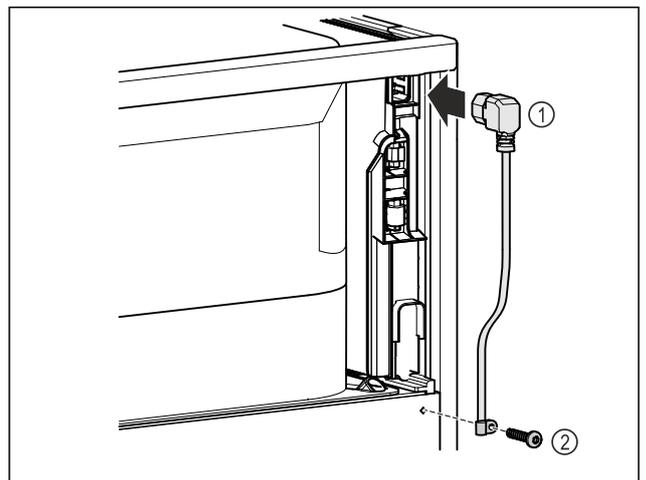

Fig. 13
- Insertar el conector para aparatos de frío del cable de alimentación Fig. 13 (1) en la parte posterior del dispositivo.
- Montar la protección contra tirones Fig. 13 (2).